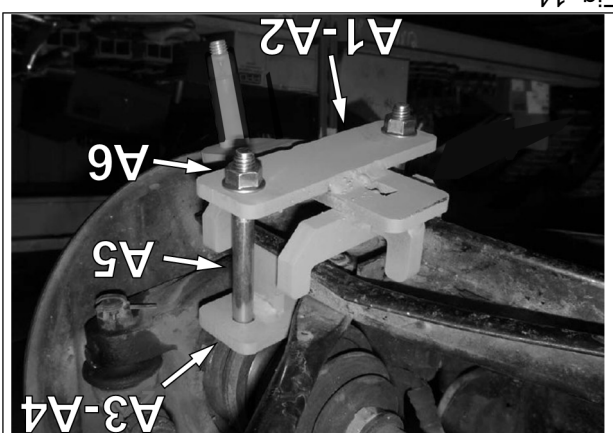

Fig. 14
5. Positionner la partie inférieure de l'ancrage anti-rotation (A1-A2) sous le bras de suspension inférieur et la partie supérieure (A3-A4) au-dessus. Insérer les boulons M10x85mm (A5) par le dessus de l'ancrage. Assembler les deux parties avec les écrous (A6) fournis. Serrer l'assemblage à un couple de 50 Nm [37 lb-pi]. Voir la Fig. 14